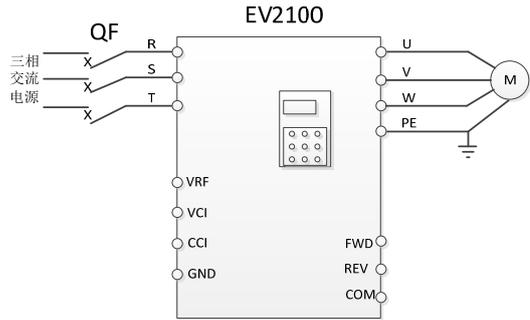

图4-14 面板控制运行配线图
如图4-14所示。
- (1)按图4-14接线后上电;
- (2)按PANEL/REMOTE键切换到面板控制方式;
- (3)修改F0.02功能码参数为30.00, 即30Hz;
- (4)修改F6.00功能码参数为0;
- (5)按MENU/ESC键回到停机状态;
- (6)按RUN键运行;
- (7)按STOP键减速停止;
- (8)断电。